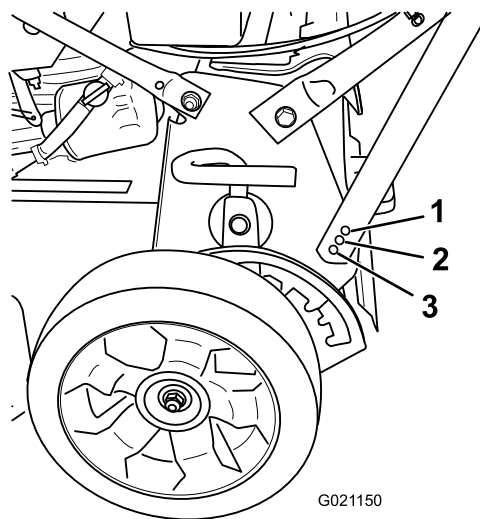

Рисунок 6
2. Отверните болт рукоятки и вставьте его в одно из трех отверстий, расположенных в нижней части кронштейна рукоятки (Рисунок 6).